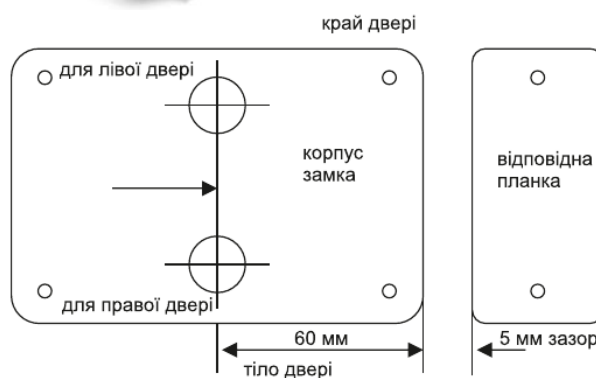

рис.1
2. Встановіть та закріпіть замок, витримавши відстань між корпусом та відповідною планкою 5 мм (див рис. 1).